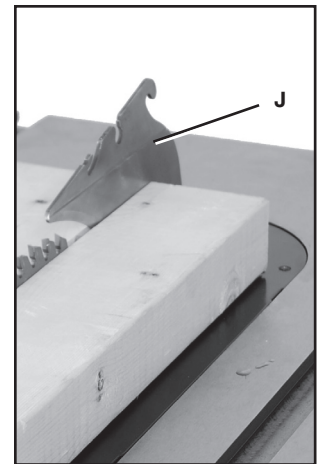

FIG. 26
Le couteau séparateur (J) fig. 26 est une plaque plane qui s'insère dans le trait de coupe formé par la lame de la scie et protège effectivement contre les rebonds en diminuant la tendance de la lame à se coincer dans le trait de scie. **(REMARQUE : les dispositifs de sécurité ont été retirés pour des raisons de clarté dans la fig. 26. Toujours utiliser des dispositifs de sécurité quand c'est possible.)**